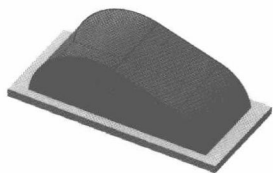
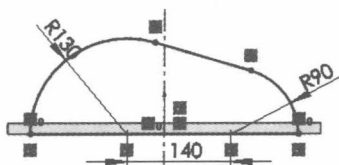

图 1.4 凸台-拉伸 2
图 1.5 横断面草图
③ 选择下拉菜单 **插入(I)** **退出草图** 命令，系统返回“凸台-拉伸”窗口。
(3) 定义拉伸深度属性。
① 定义深度方向。采用系统默认的深度方向。
② 定义深度类型和深度值。在“凸台-拉伸”窗口 **方向1** 区域的下拉列表中选择 **给定深度** 选项, 输入深度值 15.0。
(4) 单击 按钮, 完成凸台-拉伸 1 的创建。
Step3. 创建图 1.4 所示的零件特征——凸台-拉伸 2。选择下拉菜单 **插入(I)** **凸台/基体(B)** **拉伸(E)...** 命令; 选取上视基准面为草图基准面, 在草绘环境中绘制图 1.5 所示的横断面草图; 在“凸台-拉伸”窗口 **方向1** 区域的下拉列表中选择 **两侧对称** 选项, 输入深度值 160.0; 单击 按钮, 完成凸台-拉伸 2 的创建。